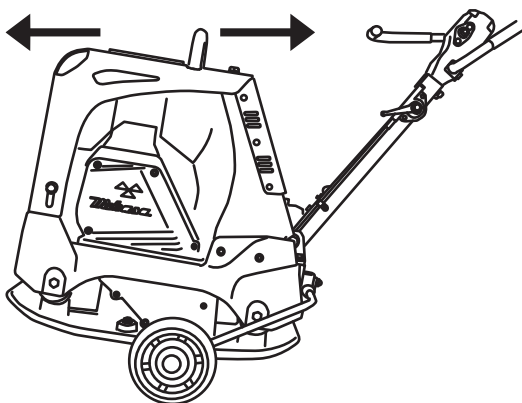

図 24
3. ハンドルを後方に引き戻し、転圧盤を浮かして機体を移動させます。(図24)